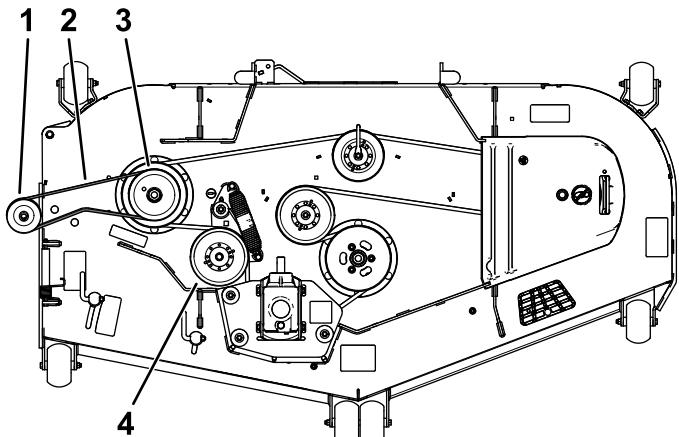

Figura 7
- Tire hacia atrás de la polea tensora a resorte e instale la correa sobre la polea de la carcasa (Figura 7).